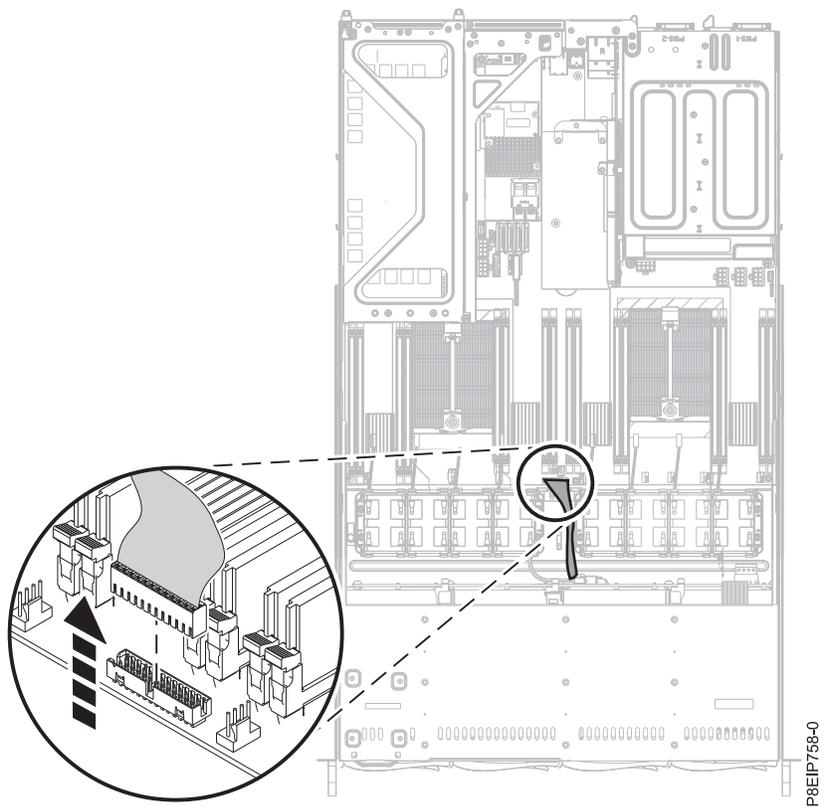

Figura 48. Removendo o cabo do painel do operador
9. Remova o cabo do painel do operador do painel traseiro do sistema conforme mostrado na Figura 48 na página 45.